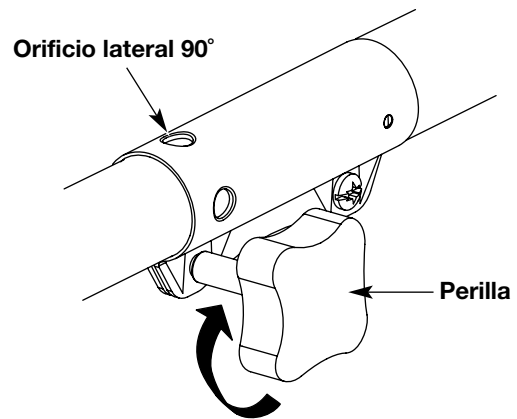

Fig. 21
3. Gire la perilla en sentido horario para ajustarla (Fig. 21).
Para recortar bordes mientras usa el accesorio de corte de cabeza de línea con modelos EZ-Link™, trabe el botón de desconexión en el **orificio lateral de 90°** (Fig. 21).